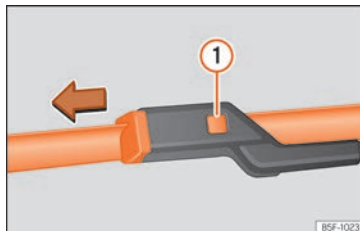

Fig. 81 Cambio de la escobilla del limpiaparabrisas.
- Oprima el botón de seguridad ① » » » **fig. 81.**